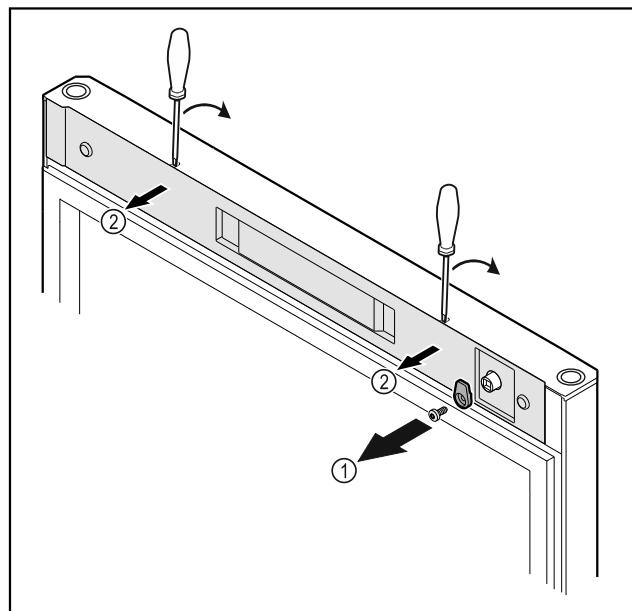

Fig. 20
- ▶ Відкрутити запірний гачок Fig. 20 (1).
- ▶ За допомогою малої викрутки зніміть з фіксатора кришку Fig. 20 (2) і видаліть.